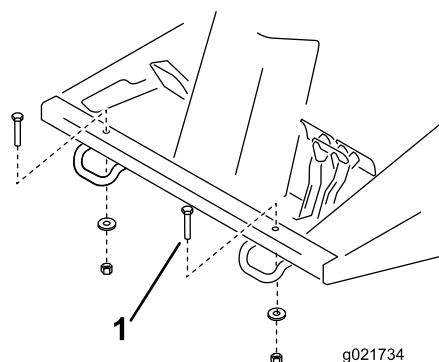

Figura 10
1. Togliete i 2 bulloni, le rondelle e i dadi montati dalla parte anteriore della piattaforma dell'operatore (Figura 10).